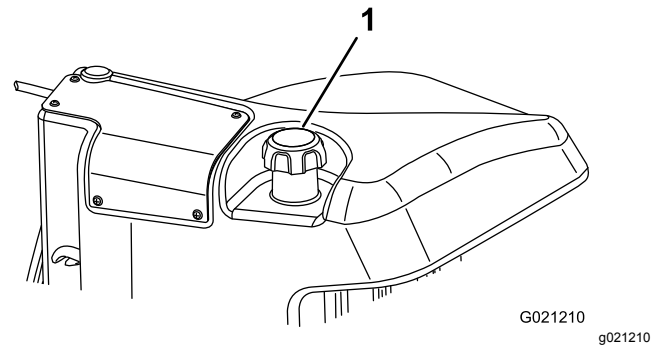

Bild 30
3. Nehmen Sie den Deckel vom Kraftstofftank ab (Bild 30).